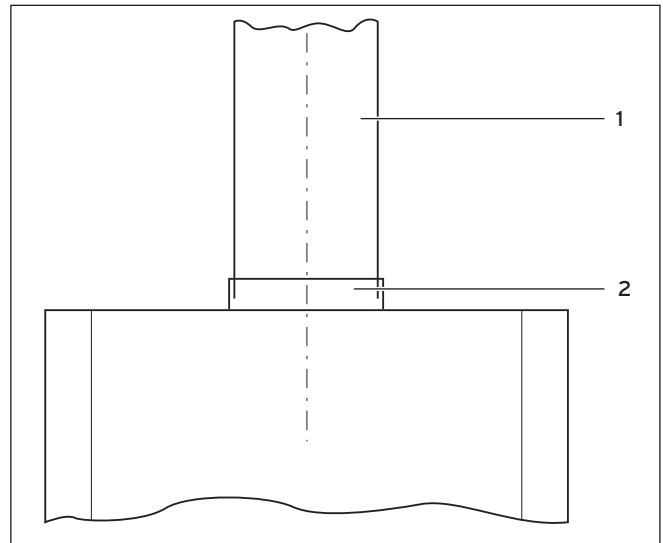

Abb. 4.1 Abgasanschluss
- den Wasserhahn geöffnet lassen und das Gerät durch zweimaliges Drücken des Hauptschalters (10) aus- und wieder einschalten.
- Setzen Sie das Abgasrohr (1) in den Abgasrohranschluss (2) an der Strömungssicherung, siehe Abb. 4.1.